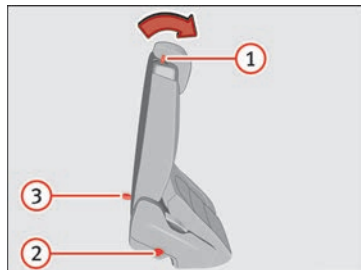

Abb. 158 Zweite Sitzreihe: Bedienungselemente der Einstiegsilfe.
- Gegebenenfalls Gegenstände aus dem Fußraum der zweiten Sitzreihe entfernen »» ❶.
- Einstiegshilfe für die dritte Sitzreihe »» **Abb. 158** ❶ nach vorn drücken und Rück Sitzlehne umklappen. Dieser Sitz klappt komplett nach vorn »» ⚠ und kann in Längsrichtung noch weiter nach vorn geschoben werden.
- Der Rücksitz muss sicher eingerastet sein, damit die Schutzwirkung der Sicherheitsgurte auf den hinteren Sitzplätzen gewährleistet ist. Die rote Markierung »» **Abb. 158** ❷ darf nicht mehr sichtbar sein »» ⚠ in Rücksitze in Ladebodenposition klappen auf Seite 164.
Wenn der Hebel »» **Abb. 158** ❶ außer Funktion ist, z.B. nach einem Unfall, können die Sitze der zweiten Sitzreihe von der dritten Sitzreihe aus nach vorn geklappt werden, um den Ausstieg aus der dritten Sitzreihe zu erleichtern »» ⚠.
- Schlaufe »» **Abb. 158** ❸ nach hinten ziehen und Rücksitzlehne nach vorn klappen. Der komplette Rücksitz klappt nach vorn »» ⚠.
- Eine rote Markierung an der Seite des Sitzes »» **Abb. 158** ❷ signalisiert eine nicht eingerastete Lehne. Die rote Markierung darf im korrekt eingerasteten Zustand nicht sichtbar sein.